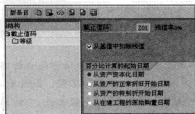

图 10-62 设置“截止值码”细节
STEP 2 双击选择某条创建好的“截止值”，可以看到该“截止值码”的细节配置，如图 10-62 所示。